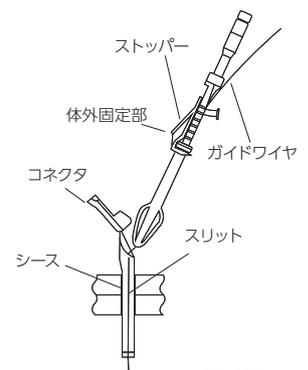

図17
3. (シース使用の場合) シースのコネクタを片手で把持し、オブチュレータのストッパーを図17の向きにして、ボタン挿入時にボタンの内部バンパの伸展が解除されないように、もう一方の手で把持する。